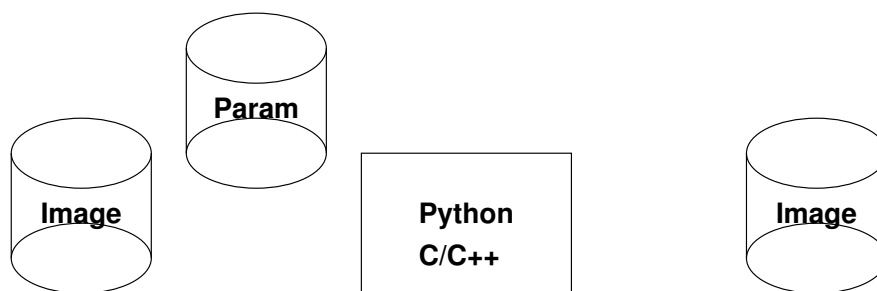

FIGURE 1 – Etape 1 : référence algorithmique
- **Référence algorithmique**, figure 1